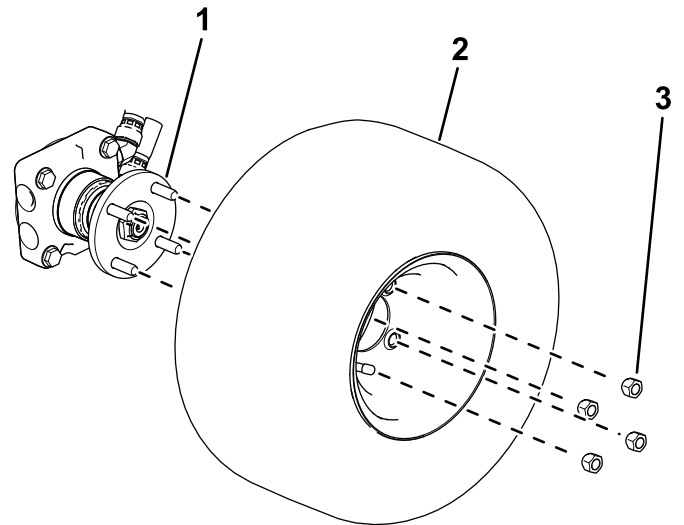

図 3
1. ラグナット 4 本でホイールをハブに固定する 図 3。